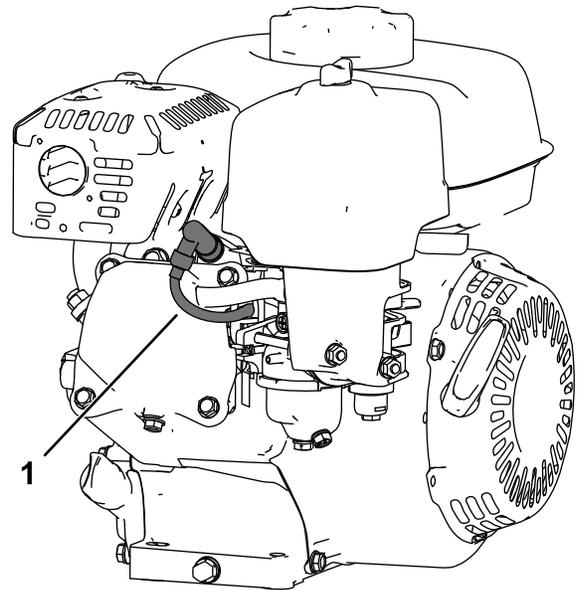

Figura 25
5. Desconecte el cable de la bujía (Figura 25).